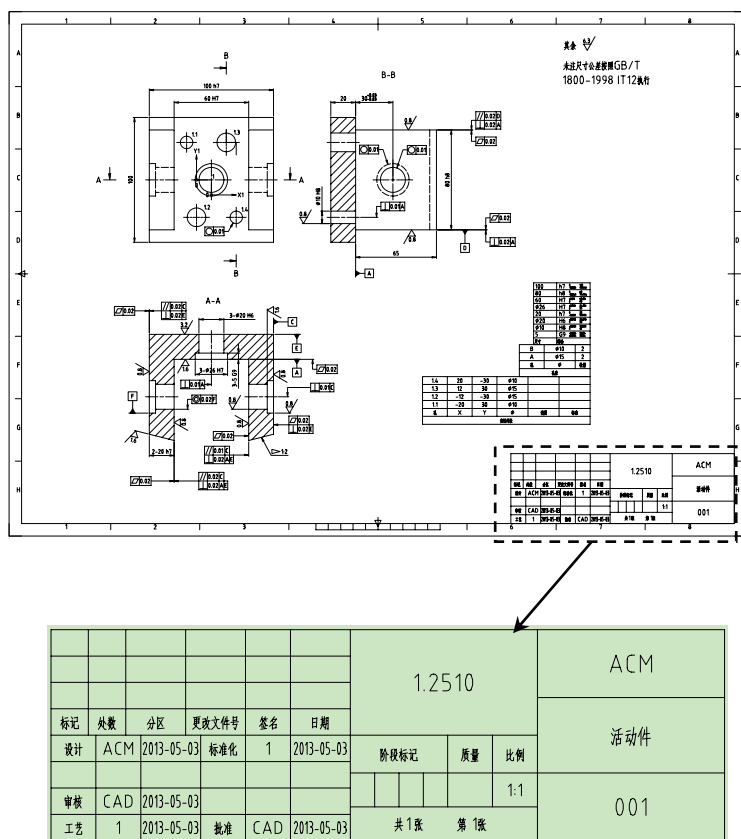

图 8-103 绘制图框
13) 用户输入相关数据后, 单击“确定”按钮, 选择要装入图框的图形, 将他们移动到图框内, 如图 8-103 所示。